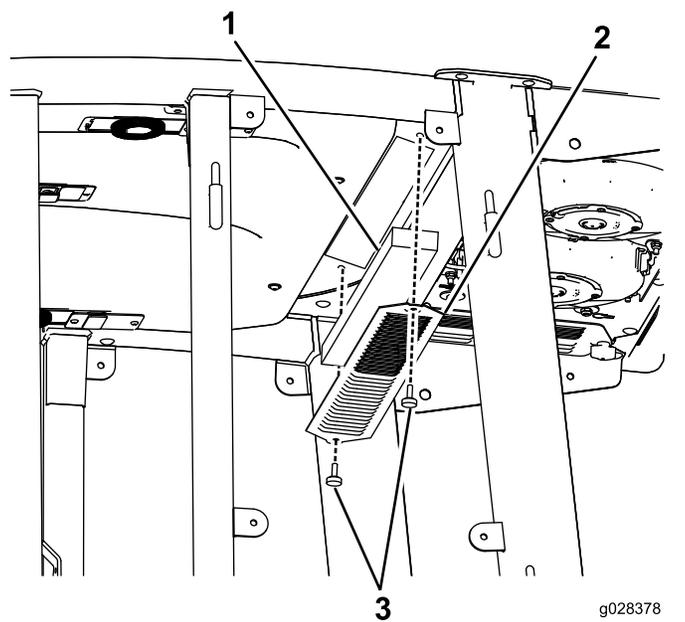

Рисунок 112
1. Выверните винты и снимите решетки у салонного и заднего воздушных фильтров кабины (Рисунок 112).